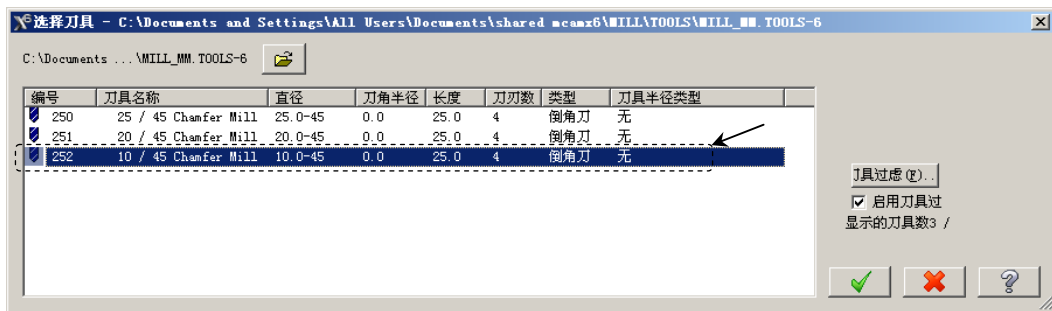

图 16.19 “选择刀具”对话框
Step4. 选择刀具。在“2D 刀具路径 - 钻孔/全圆铣削 深孔钻-无啄孔”对话框中单击 按钮，系统弹出“选择刀具”对话框，在该对话框的列表框中选择图 16.19 所示的刀具。单击 按钮，关闭“选择刀具”对话框，系统返回至“2D 刀具路径 - 钻孔/全圆铣削 深孔钻-无啄孔”对话框。
(1) 在“2D 刀具路径-钻孔/全圆铣削 深孔钻-无啄孔”对话框的刀具列表中双击该刀具，系统弹出“定义刀具-机床群组-1”对话框。